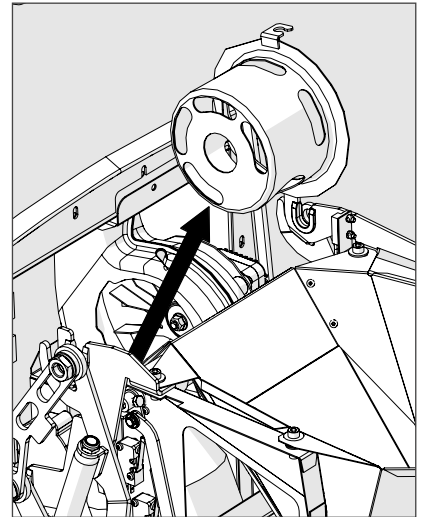

Ilustración 11
5. Saque el paso del ventilador. Afloje el tornillo de retención girándolo ligeramente hacia atrás. Entonces, levántelo (Ilustración 11).